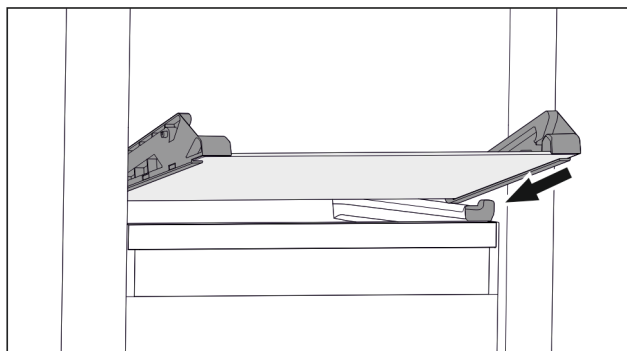

Fig. 67 Sklenená doska sklopnej zásuvky
- ▶ Nasadíte sklenenú dosku šikmo za zarážkami. (pozri Fig. 67)